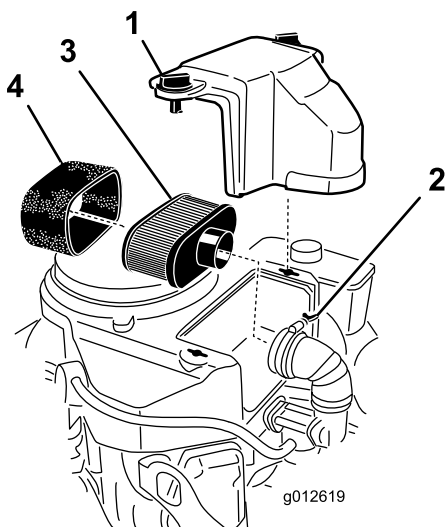

Figure 43
3. Nettoyez la surface autour du filtre à air pour éviter que des impuretés n'endommagent le moteur en tombant à l'intérieur (Figure 43).
4. Desserrez les boutons du couvercle et déposez le couvercle du filtre à air (Figure 43).
5. Desserrez le collier et déposez le filtre à air (Figure 43).
6. Sortez délicatement l'élément en mousse de l'élément en papier (Figure 43).
1. Glissez délicatement l'élément en mousse sur l'élément en papier (Figure 43).
2. Posez le filtre à air complet sur sa base ou sur le flexible et fixez-le en position (Figure 43).
3. Mettez le couvercle du filtre à air en place et serrez les boutons du couvercle (Figure 43).
1. Nettoyez l'élément en papier en le tapotant pour faire tomber la poussière. Remplacez-le s'il est très encrassé (Figure 43).